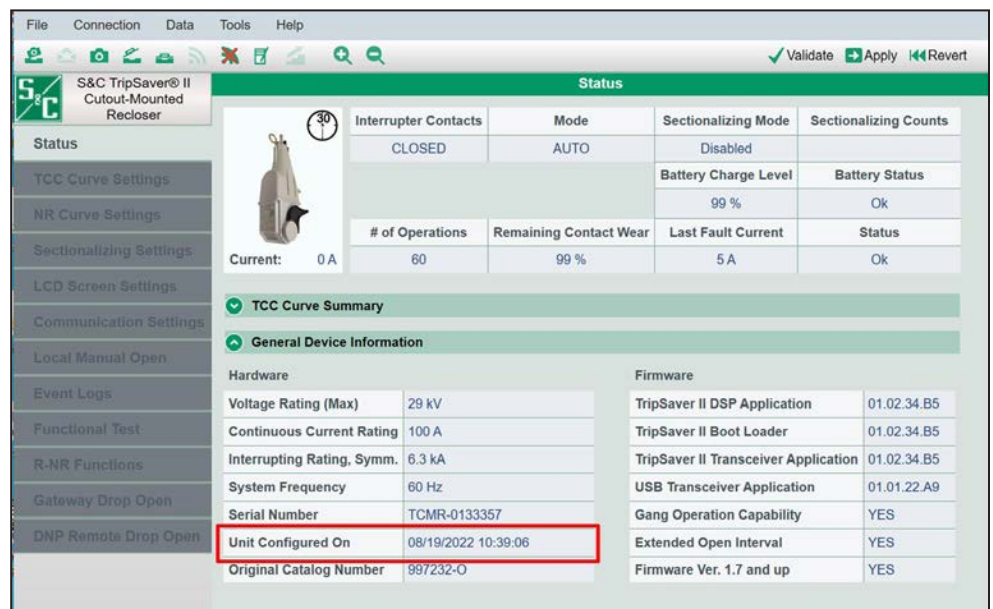

Figura 122. Campo Unit Configured On.
- PASSO 5.** Faça uma alteração na configuração do dispositivo. Qualquer mudança faz com que o dispositivo processe os dados de configuração no registro. Valide a alteração conforme as instruções da seção “Validação” na página 33 e em seguida clique no botão **Apply**. O campo **Unit Configured On** é exibido com as informações corrigidas. Ver Figura 122.